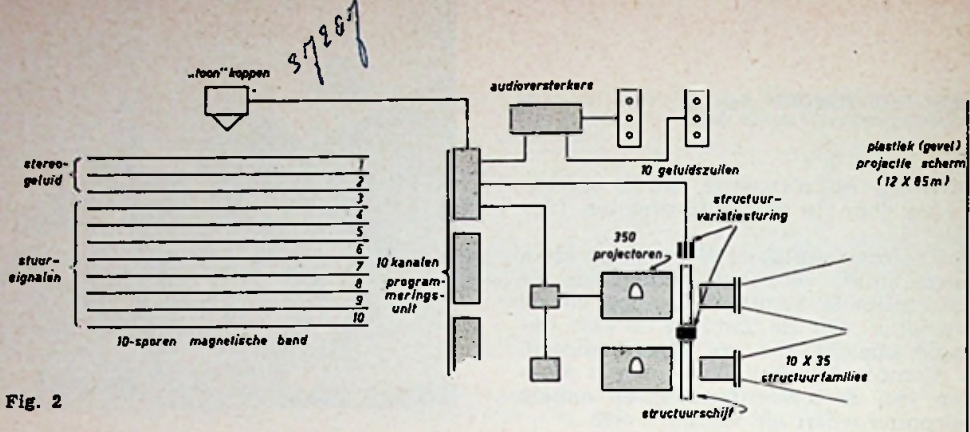

Fig. 2
Rechts in fig. 2 zien we de 10-sporen magnetische band. Twee sporen dienen voor het akoestische deel, acht voor het visuele. De signalen van de koppen gaan naar programmadragers, die de stuursignalen uitzenden naar de verschillende regelorganen, zoals de audioversterkers, de lampen van de projectoren voor aan/uit en zwak/sterk, naar de motoren voor snelle of langzame beweging, naar de structuurwisselaars en de kleurendominantwisselaars enz.
in fig. 2 nog de programmateurs, de audioversterkers, de luidsprekerkolommen voor stereofonie, de lichtsterkte-regelaars, de projectoren, de structuur-diapositieven en tenslotte het scherm.
5. Voeding (Fig. 2)
De leidingen links onder en boven in het schema voeren de vereiste voedingsspanningen en signalen aan. De nummering van de leidingen correspondeert met die van de leidingen in het schema van de voeding (fig. 2).
De verdere onderdelen bevinden zich achter boven in de kast. De opstelling is getekend in fig. 2 op blad 2 (zie bijlage tek.). De potentiometers R_3 en R_5 zijn geïsoleerd opgesteld om doorslag te voorkomen. Het huis van R_5 is met die kant van de potmeter, die de laagste spanning t.o.v. aarde voert verbonden. Dit dient om de spanning tussen de potmeter en de netschakelaar, die ermee is gecombineerd, zo laag mogelijk te houden.